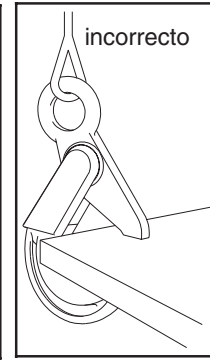

Figura 4
- No usar la punta del gancho para levantar (Ver Figura 4.)